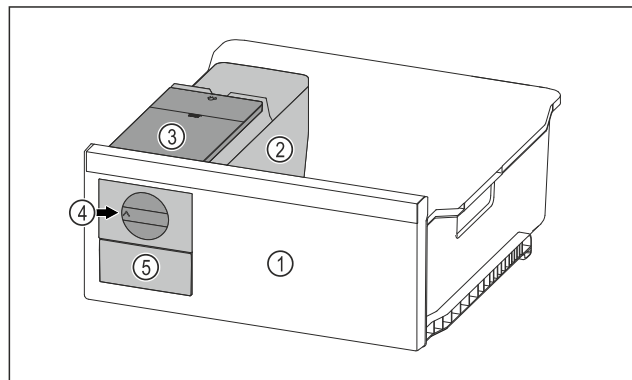

Fig. 120 Immagine a titolo di esempio
- Ruotare la manopola *Fig. 120 (4)* verso destra finché non si arresta.
- ▷ I cubetti di ghiaccio cadono dalla ciotola dei cubetti di ghiaccio nel cassetto dei cubetti di ghiaccio *Fig. 120 (5)*.